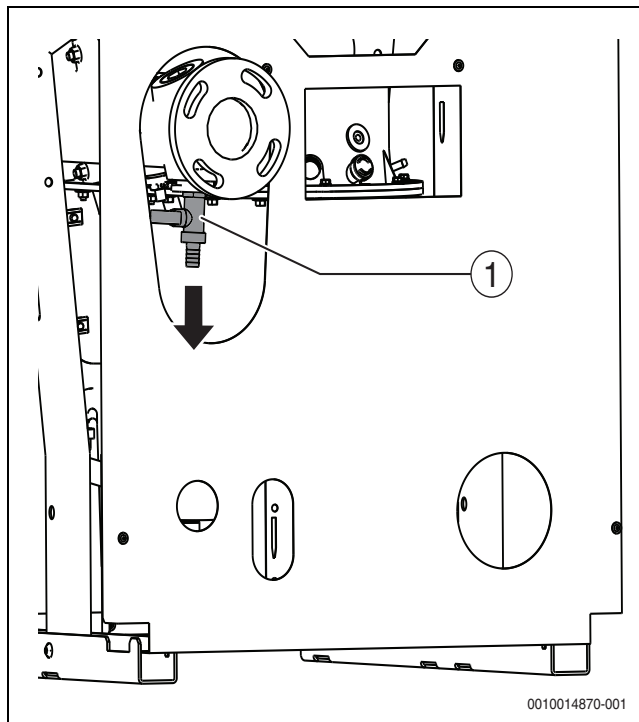

Fig. 16 Démontage robinet de vidange (illustration : chaudière avec raccord à bride, modèle droit)
- ▶ Retirer le robinet de vidange monté sur le retour (→ fig. 16)